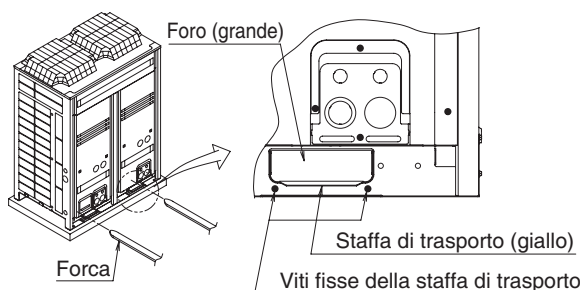

Figura 5
- 3. Qualora fosse utilizzato un carrello elevatore, inserire le forche dello stesso nelle grandi aperture posizionate sul fondo dell'unità. **(Vedi figura 5)**